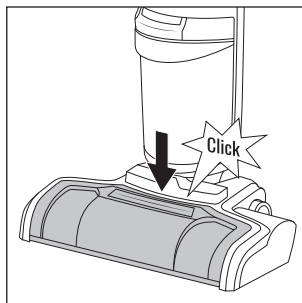

Fig. 42
- ♦ Tras esto, presione la protección antisalpicaduras **7** para volver a colocarla en su posición hasta que encastre audiblemente en el pie del aparato **3** (consulte la fig. 42).